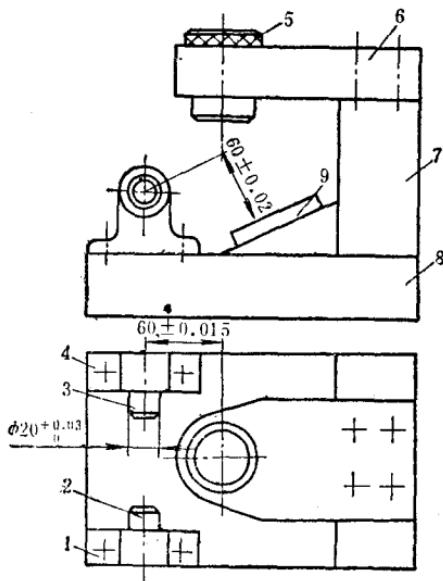

图 5
6. 图 5 为一钻床夹具, 若以比较经济的加工工艺, 如何从装配程序和方法上来达到所标注的尺寸精度?